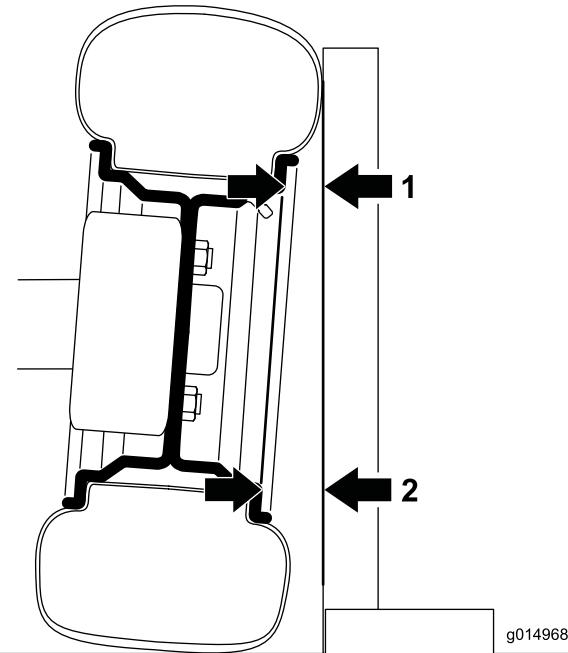

Figura 51
1. Per controllare l'inclinazione posizionate una squadra a 90 gradi sul terreno con il lato verticale a contatto con la parte anteriore dello pneumatico (Figura 51).
2. Misurate dalla stessa parte del bordo sulla parte superiore e inferiore dello pneumatico fino alla squadra (Figura 51).